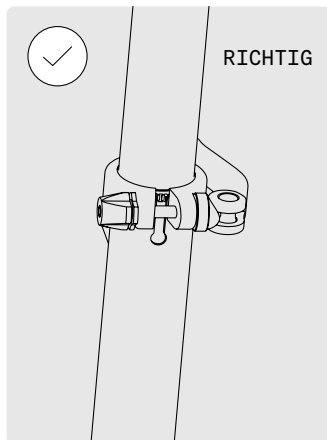

ABB. 34
- Achten Sie darauf, die Sattelstütze nicht über die MIN / MAX-Markierung aus dem Sattelrohr herauszuziehen (Abb. 34, 35).